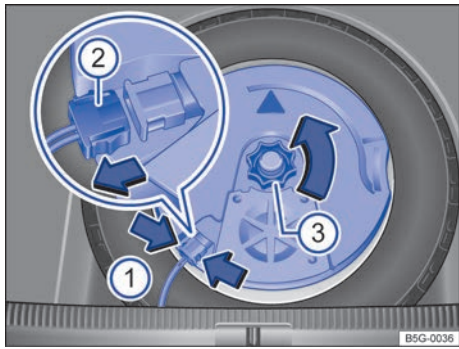

Fig. 231 En el maletero: desmontar el subwoofer (variante 1).
- Para desbloquear el conector → **fig. 231** (2), presione las pestañas de encastre → **fig. 231** (flechas 1).
- Desacople el conector (2) y deje el cable a un lado.
- Desenrosque la ruedecilla (3) en el sentido de la flecha.
- Acople el conector → **fig. 231** (2) hasta que encastre de forma audible.
- Enrosque la ruedecilla (3) en el perno roscado en el sentido contrario al de la flecha hasta que el subwoofer quede bien fijado.